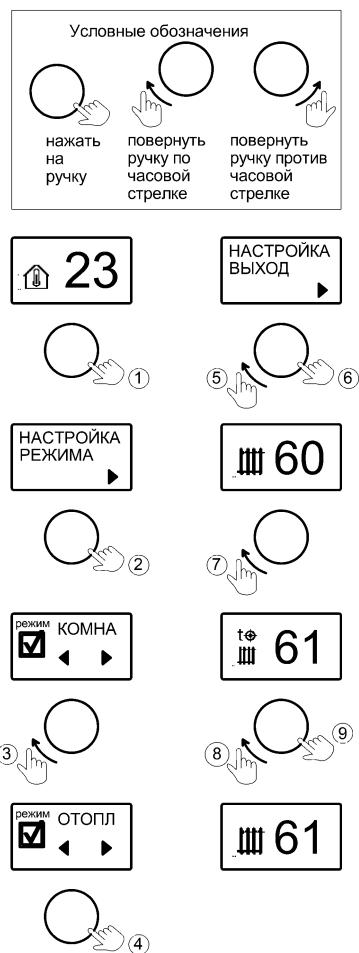
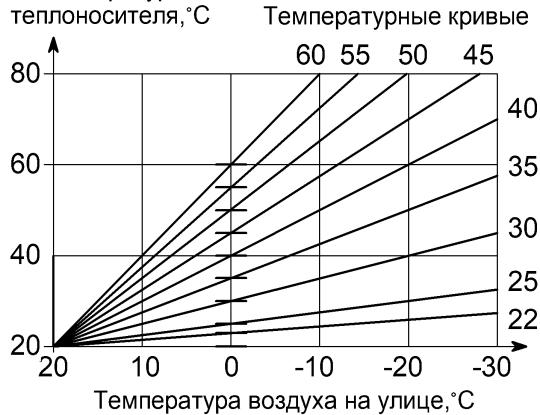

Рисунок 4. Выбор и настройка температуры режима «ОТОПЛЕНИЕ»
Рисунок 5. Выбор и настройка температуры режима «КОМНАТНЫЙ»
9.1 «ОТОПЛЕНИЕ» – режим поддержания температуры теплоносителя. Датчики температуры воздуха в алгоритме не участвуют. Заводская настройка температуры теплоносителя **70°C**. Активация режима и настройка температуры показана на рис.4. Температуру можно задать в диапазоне от +8°C до +85°C.
9.2 «КОМНАТНЫЙ» – режим поддержания комфортной температуры воздуха в помещении. Датчик температуры воздуха устанавливается внутри помещения. Заводская настройка 23°C. Активация режима и настройка температуры показана на рис.5.
10.1 Во вкладке «РЕЖИМ РАБОТЫ», выбирается основной режим работы котла («ОТОПЛЕНИЕ», «КОМНАТНЫЙ», «УЛИЧНЫЙ») - см. рис. 4, рис.5, рис.6.
Подключение должен выполнять квалифицированный специалист. При выборе роли «КОМНАТНЫЙ» и активации режима «КОМНАТНЫЙ» (см. рис.5) котел будет поддерживать заданное значение температуры воздуха в помещении. При выборе роли «УЛИЧНЫЙ» и активации режима «УЛИЧНЫЙ» (см. рис.6) котел будет поддерживать температуру теплоносителя в зависимости от температуры воздуха на улице. Чем ниже будет температура воздуха на улице, тем будет выше температура теплоносителя.